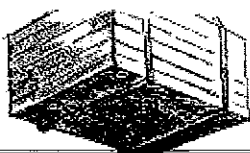

Abb. 2
- Opphold under svevende last er ikke tillatt. (se fig. 2)